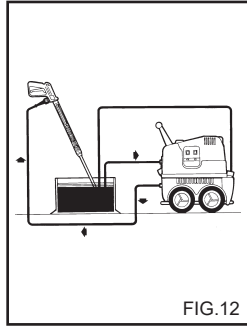

FIG.12
**OPERAZIONI PER L'USO DI ANTIGELO (fig. 12).**